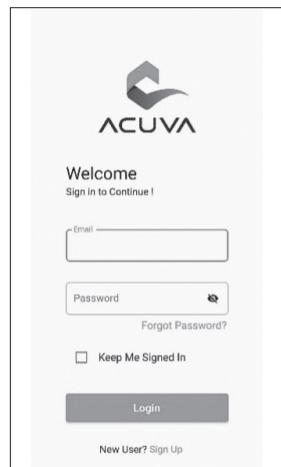

Figure 11 : Connectez-vous à l'application
- Après avoir installé l'application (à partir de l'app store), vous devez créer un compte et vous connecter à l'application, comme illustré à la **FIGURE 11**.